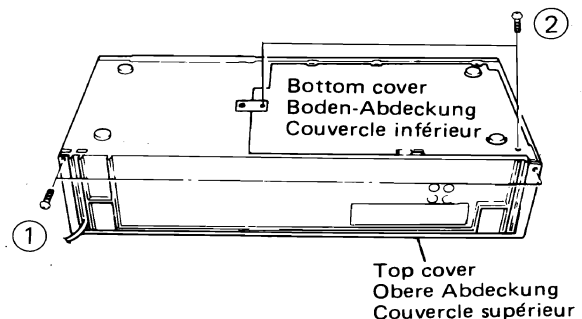

Fig. 1 Abb. 1
1. Top Cover (Fig. 1)
2. Bottom Cover (Fig. 1)
1. Obere Abdeckung (Abb. 1)
2. Boden-Abdeckung (Abb. 1)
1. Couvercle supérieur (Fig. 1)
2. Couvercle inférieur (Fig. 1)